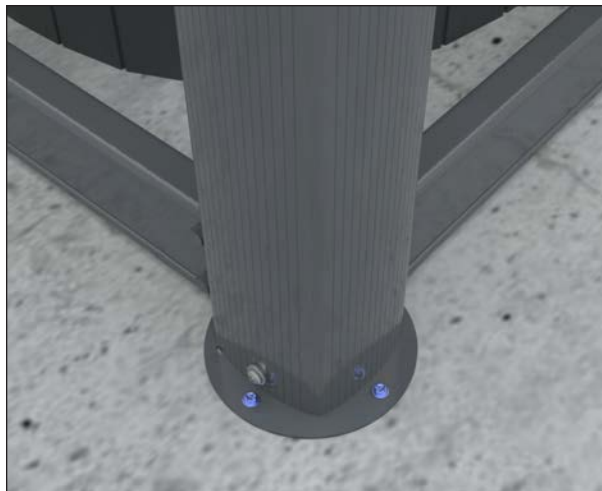

FIGURE 48: ANCRER LES VÉRINS À LA FONDATION
8. Les quatre vérins du couvercle doivent maintenant être ancrés à la fondation par au moins un des trous sur le pied de chaque colonne télescopique, voir Figure 48. Utiliser un ancrage à béton de 6 mm (1/4 po) pour socle de béton ou un tirefond de 6 mm (1/4 po) pour fondation en bois et insérer à une profondeur d'au moins 30 mm (1 1/4 po). S'il